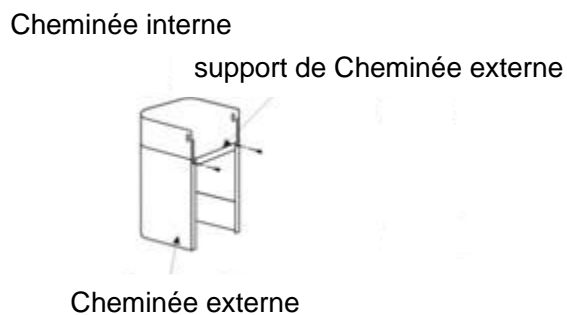

Fig.4
6. Fixez le support sur la cheminée extérieure et assurez-vous que la cheminée intérieure puisse être ajustée en hauteur. Voir fig. 4..